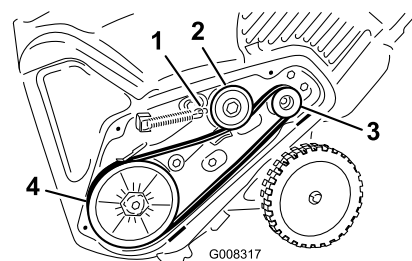

Bild 37
5. Setzen Sie den neuen Treibriemen ein, siehe (Bild 37).
8. Haken Sie die Feder wieder in den Spannarm ein (Bild 37).